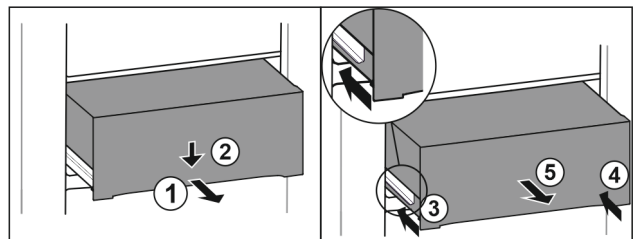

Fig. 154
- Izvucite ladicu na pola. Fig. 154 (1)
- Pritisnite ladicu naprijed prema dolje. Fig. 154 (2)
- Gurnite lijevu vodilicu za oko 2 cm. Fig. 154 (3)
- Gurnite desnu vodilicu za oko 2 cm. Fig. 154 (4)
- Izvadite ladicu prema naprijed. Fig. 154 (5)